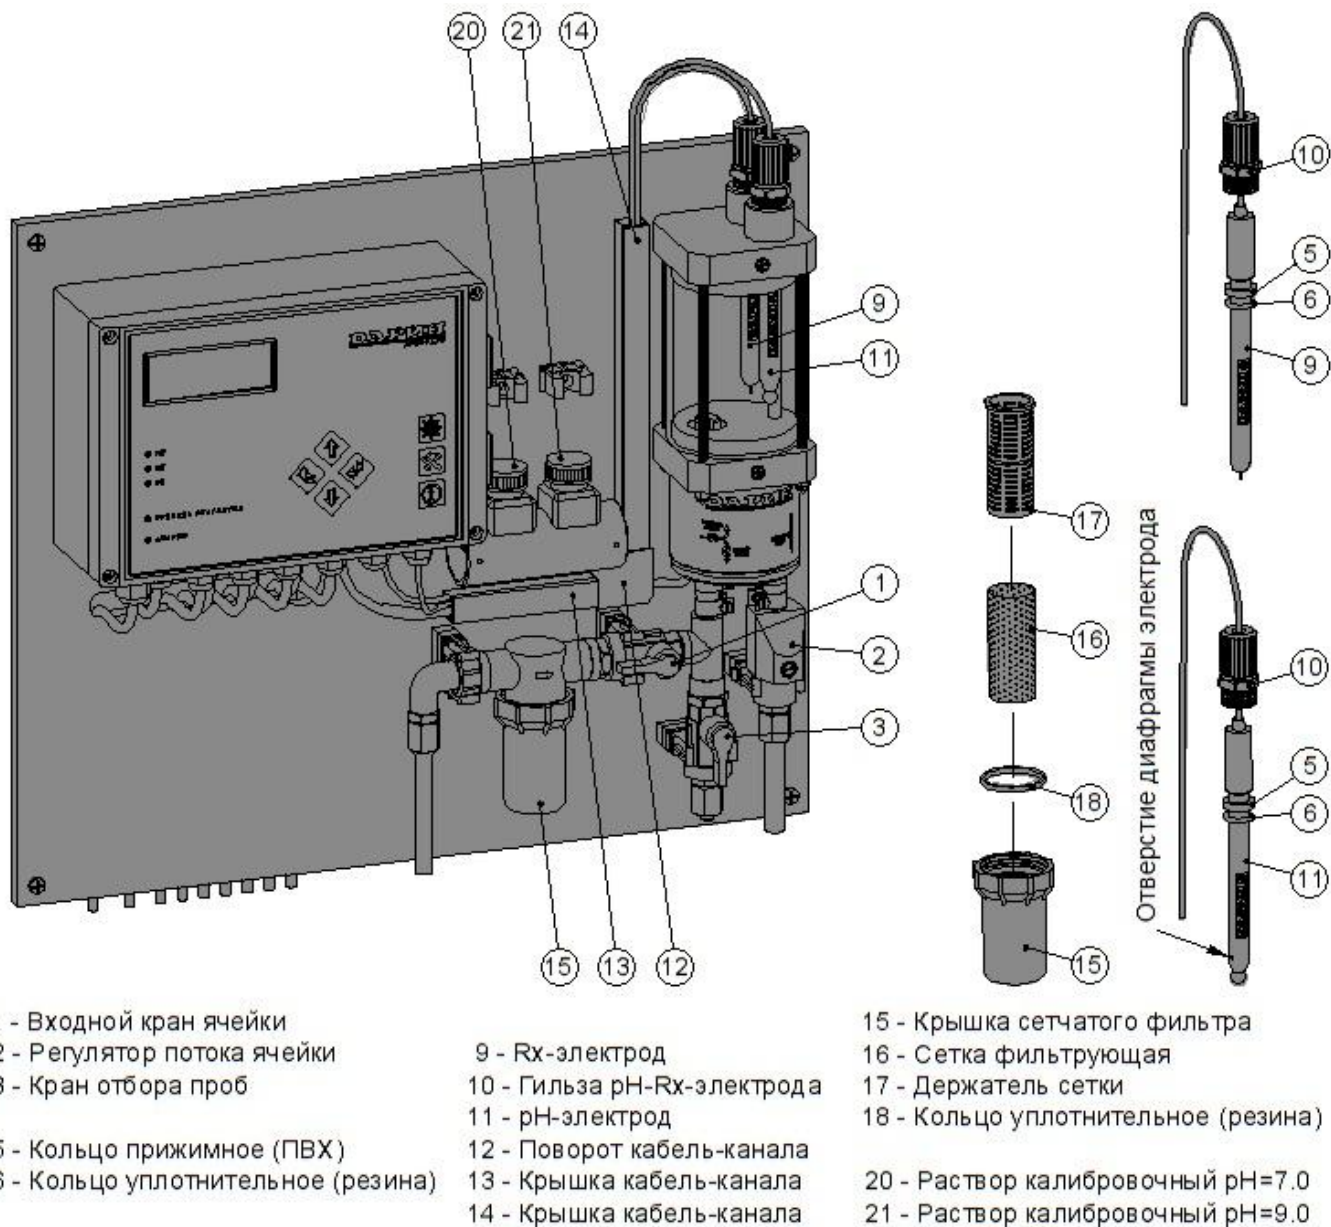

Рис.5.2-1 Измерительная ячейка Rx, pH на панели управления Кристалл
- входной кран и кран отбора проб измерительной ячейки (см. рис.5.2-1, поз.1 и 3).
При установке pH-электрода обратить внимание на то, чтобы в стеклянном шарике на конце электрода и около отверстия диафрагмы электрода (см. рис.5.2-1) не было пузырьков воздуха; при необходимости аккуратно встряхнуть электрод (как при обращении с градусником) и устранить воздух.